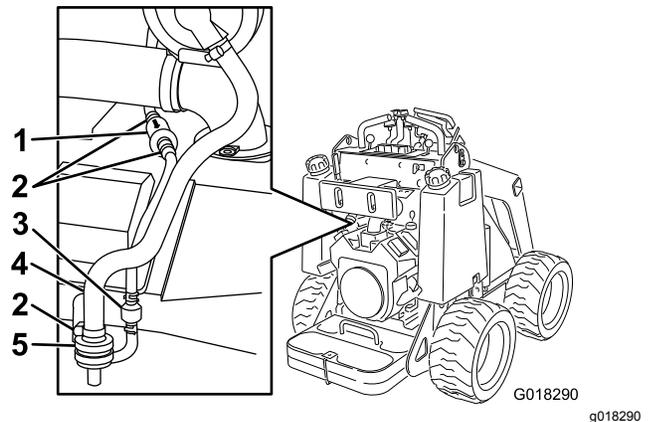

Рисунок 21
- Ослабьте шланговый хомут над воздушным фильтром с угольным элементом (Рисунок 21).
- Снимите и удалите в отходы воздушный фильтр (Рисунок 21).
- Установите новый фильтр в шланг и зафиксируйте его шланговым хомутом (Рисунок 21).
3. Переместите шланговые хомуты пружинного типа с обеих сторон фильтра линии продувки с угольным элементом в стороны от фильтра (Рисунок 21).
4. Снимите и удалите в отходы фильтр линии продувки (Рисунок 21).
5. Установите новый фильтр в шланг так, чтобы стрелка на фильтре была направлена в сторону обратного клапана, и зафиксируйте его шланговыми хомутами (Рисунок 21).